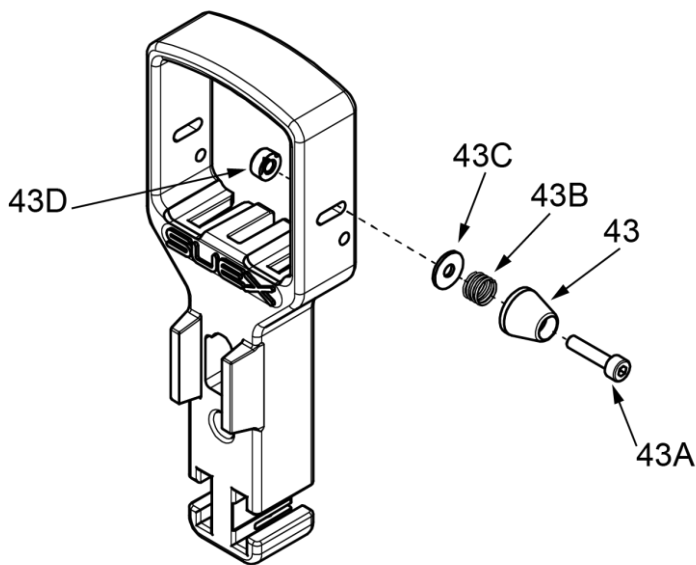

Fig 27 - Posizionare il Cruise control sul lato destro
- svitare la vite (43A) trattenendo il dado (43D **Fig 27 - a pag. 21**) (servirsi degli attrezzi forniti a corredo),
- riposizionare tutti i componenti del Cruise control sul lato destro della maniglia rispettandone la sequenza (si veda **Fig 27 - a pag. 21**).